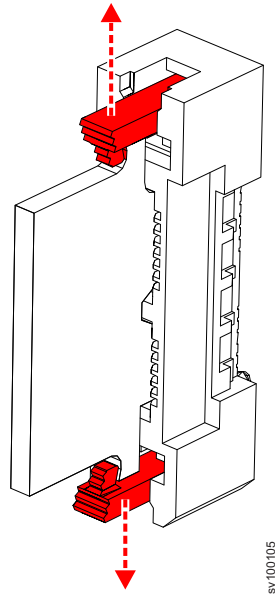

图 210. 从 2145-SV1 节点的主板卸下 TPM
8. 向外推 TPM 侧面的锁定卡口以将其释放，如 第 266 页的图 210 中所示。